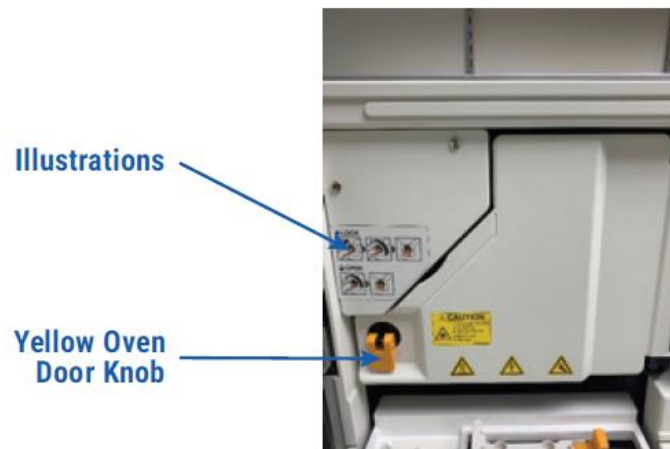

図 34 Spectrum Compact の黄色いオープンドアノブ
6. オープンドアに示されている手順（図 34）に従って、ドアの左下にある黄色のノブを反時計回りに **180 度** 回して、オープンドアを開けてください。キャピラリーカートリッジの中央にある黄色のノブを持って使用済みのキャピラリーカートリッジを外してください。装置にセットされているキャピラリーカートリッジを保管する場合、キャピラリーカートリッジの取り外しと保管の手順に従ってください。（セクション 3.3）
10. オープンドアに示されている手順 (図 34) に従って、ドアの左下にある黄色のノブを時計回りに **180 度** 回して、オープンドアを閉じてください。
6. 黄色のオープンドアのノブを反時計周りに 180 度回してオープンドア（図 34）を開けてください。